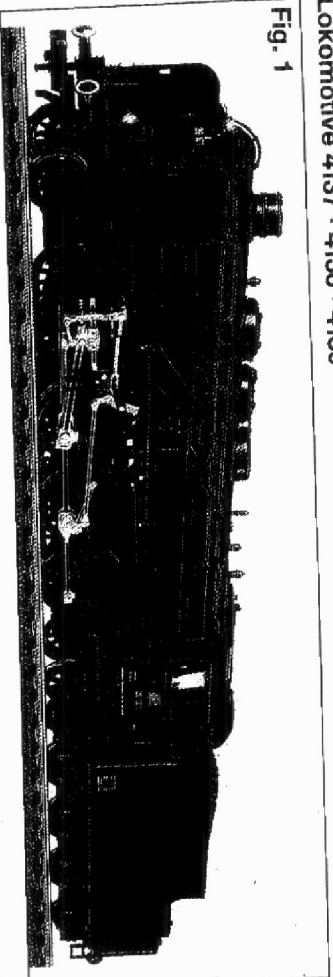

Fig. 1
Prototyp: Locomotive for Passenger Traffic Class 39^{er} (gr. P 10). Between 1922 and 1927, 260 locomotives of the Class gr. P 10 were delivered to the Deutsche Reichsbahn Company (DRG). Designated BR 39^{er} 1, they were constructed by the firms of Borsig and Henschel as well as other German locomotive manufacturers. As a 2-8-2 wheel configuration loco, they developed 1620 PSi and could run at a top forward speed of 110 km/h, and 50 km/h in reverse. Originally used to haul heavy express trains, they were later to be seen in service for fast passenger traffic. Locos of this class were still in operation with the Deutsche Bundesbahn (DB) until 1967. One loco is still in the works museum of the firm Hofmann-Linke-Busch, and a second can be seen after its restoration in the Nürnberg Transport Museum (fig. 1).
Vorbild: Personenzuglokomotive BR 39² (pr. P 10). Von 1922-1927 wurden an die Deutsche Reichsbahn Gesellschaft (DRG) 260 Lokomotiven der Baureihe pr. P 10 geliefert. Bei der DRG als BR 39² bezeichnet, wurden sie von den Firmen Borsig Henschel und anderen deutschen Lokomotiv-Fabriken gebaut. Als Baureihe 1'D+1'3, Gattung P 46-19 hatte die Lok eine Radungslast von 7,5 Mp. Bei einer Leistung von 1020 PSi konnte die Lok eine Höchstgeschwindigkeit von vorwärts 110 km/h und rückwärts 50 km/h fahren. Ursprünglich im schweren Schnellzug-Dienst tätig, wurde sie später für den Eil- und Personenverkehr eingesetzt. Bei der Deutschen Bundesbahn (DB) war diese Baureihe bis 1967 im Einsatz. Eine Lok ist im Werks-Museum der Fa. Hohmann-Link-Busch erhalten, eine zweite steht nach Restaurierung im Verkehrsmuseum Nürnberg (Fig. 1).
① Tabelle der individuellen Geräusche und Sonderfunktionen Ihres Fahrzeugs, Artikel-Nr. 74138, und Zuordnung zu den Funktionsstellen des TWIN-CENTERS bzw. LOK-BOSS (Hinweis: Im Motorola™-Format existieren für die Funktionsstellen F1 bis F4)